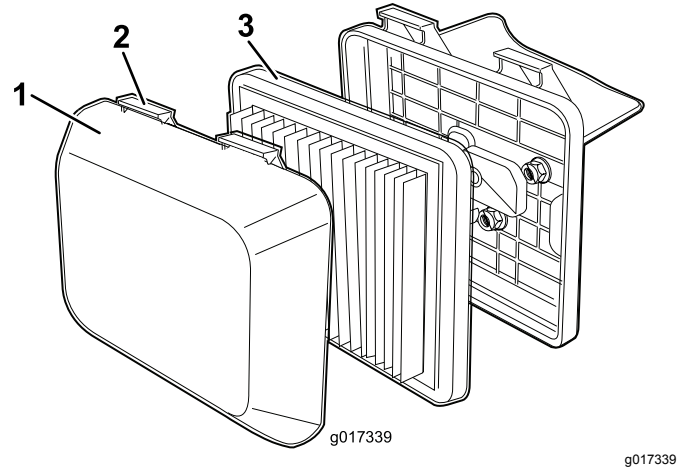

Figura 19
1. Presione hacia abajo los cierres de la parte superior de la tapa del limpiador de aire (Figura 19).
3. Retire el filtro (Figura 19).